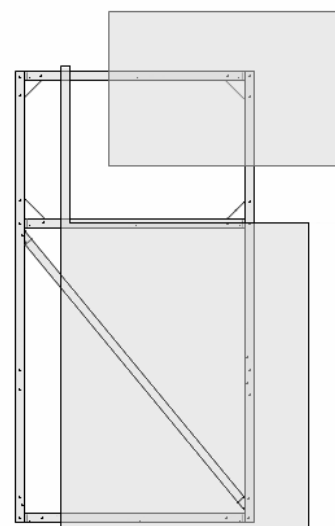

Рис. 11
- 3.6.10. Приложите покрытие к каркасу двери и отметьте маркером места крепления и размеры форточка. Просверлите отмеченные отверстия, вырежьте форточку (рис. 11) и защитите соты поликарбоната.